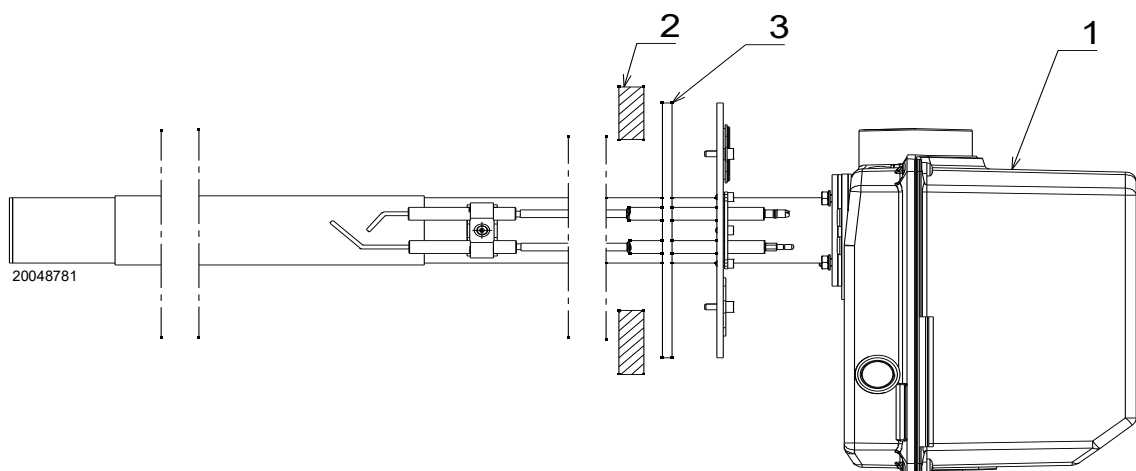

Fig. 7
- Fissare il bruciatore 1)(Fig. 7) alla portina della caldaia 2) mediante 4 viti e (se necessario) 4 dadi, interponendo lo schermo isolante 3) (non fornito col bruciatore).